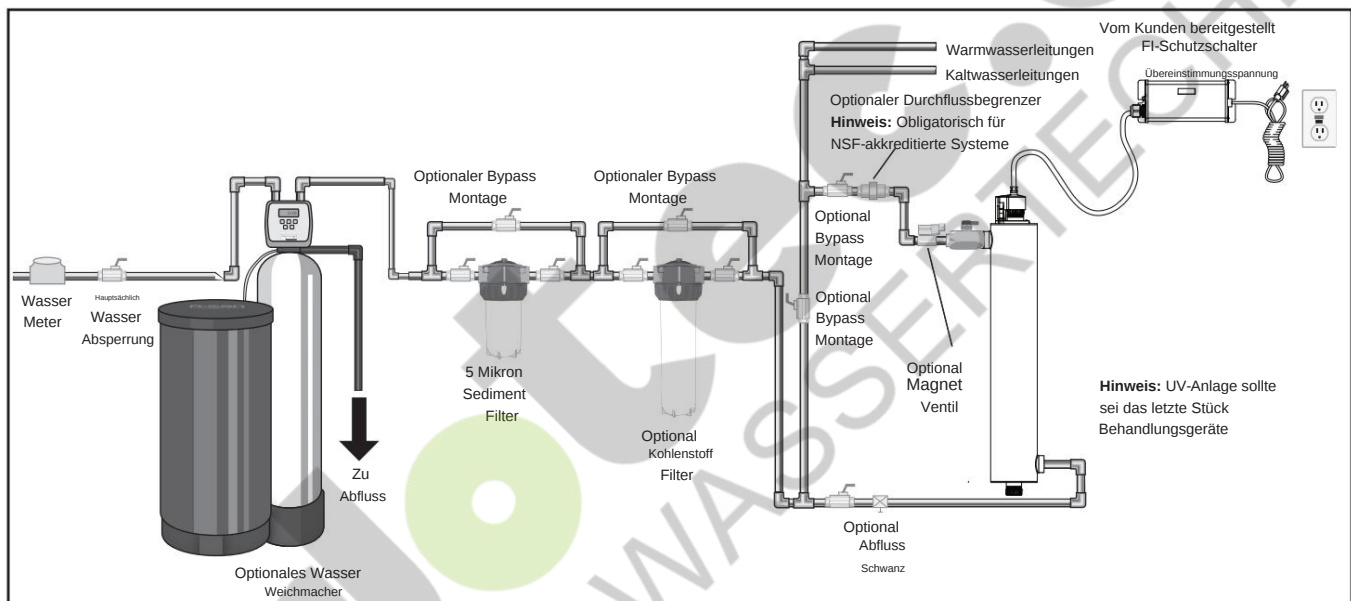

Abbildung 3 UV-Behandlungssystem
1. **Abbildung 3** zeigt die Installation eines typischen UV-Systems und die zugehörigen Komponenten, die für die Installation verwendet werden können. Die Verwendung einer Bypass-Baugruppe wird empfohlen, wenn das System „offline“-Wartung erfordert. In diesem Fall ist ein zusätzliches Desinfektionsmittel für das Verteilungssystem erforderlich, wenn während des Bypass-Betriebs Wasser verwendet wird. Darüber hinaus wird das Wasser während des Bypass-Betriebs NICHT behandelt und ein Schild mit der Aufschrift „DAS WASSER NICHT VERBRAUCHT“ sollte physisch an der Bypass-Baugruppe angebracht werden, bis das System desinfiziert und wieder in Betrieb genommen wird. Weitere Informationen finden Sie in Abschnitt 3.2. Wenn das Wasser konsumiert werden soll, während das System offline ist, muss das Wasser vor dem Verzehr zwanzig Minuten lang abgekocht werden.